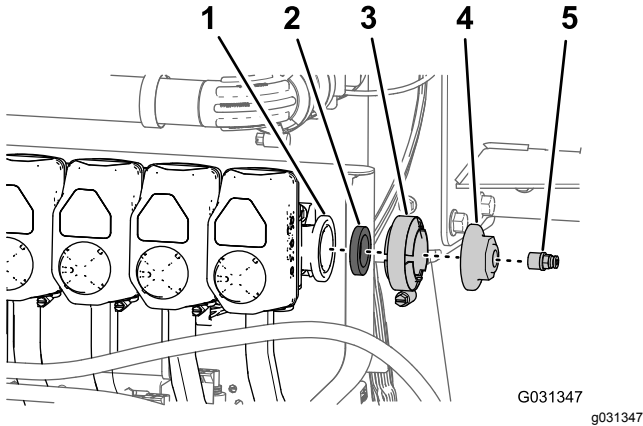

図 183
1. ノズルバルブ 10 番の右側端部のフランジについているキャップから、チューブカップラを外す 図 183。
2. ノズルバルブ 10 番から、フランジクランプ、ガasket、エンドキャップを外す 図 183。